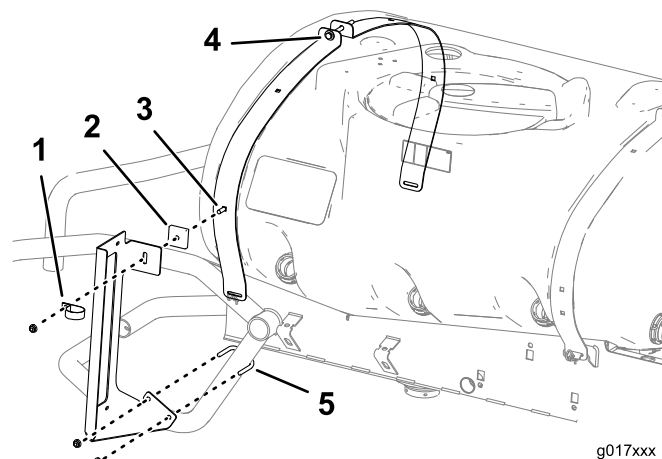

図 1
1. ストラップボルト (ベルトの頂部) をゆるめる (図 1)。
2. スプレーヤのタンク固定ベルトにキャリッジボルトを通す (図 1)。
3. ボルトにスペーサを取り付け、このボルトにブラケットを図 1のように取り付ける。
5. 図 1に示すようにUボルトを配置する。